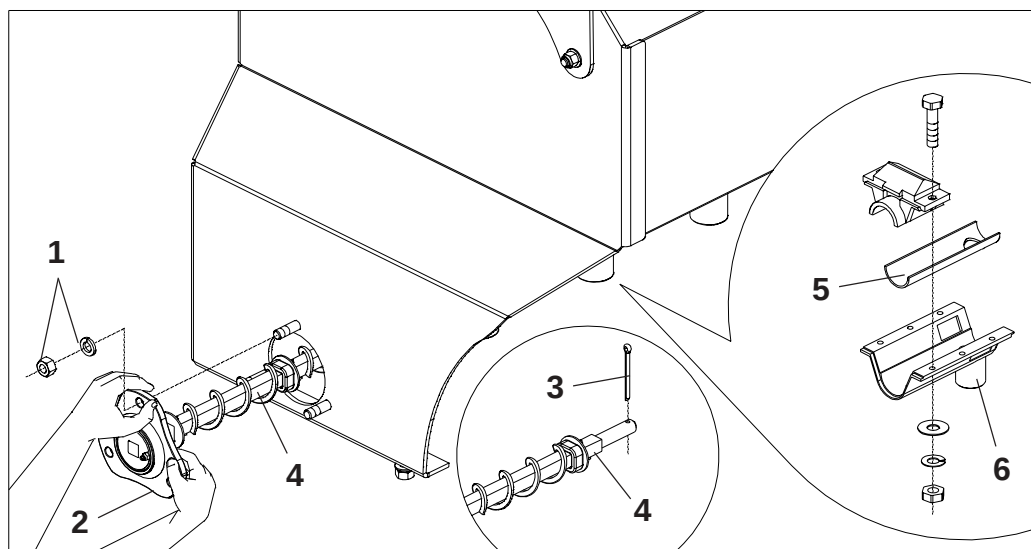

FIGURA 113
LIMPEZA DAS CANALETAS (FIGURA 113) SPA MEGA FLEX 4000 / 4500 / 5000 / 5500
2 - Proceda a limpeza nos depósitos e também nos eixos (4) e em seguida lave-os com água corrente. Monte novamente os eixos observando a montagem correta do conjunto da canaleta (5), pois os orifícios de saída do adubo tanto da canaleta (5) como da bica (6) devem coincidir, **conforme mostra a figura 113.**